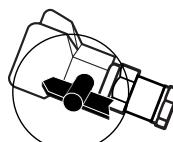

Figura 12- Instrucciones para colocar la boquilla en "Spray"
- Cuando comience a salir sólo pintura, coloque la boquilla en "Spray". Ahora estará listo para pintar (Vea la Figura 12).